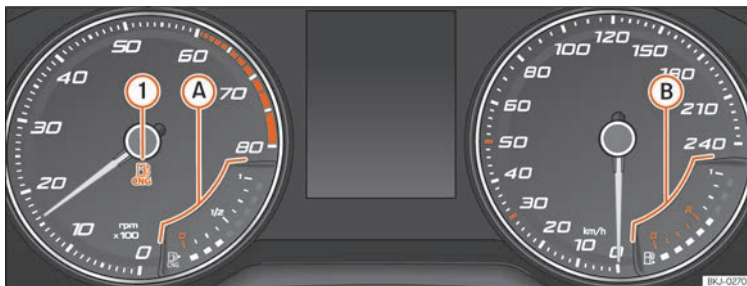

Fig. 68 Painel de instrumentos analógico: indicador do nível de gás natural
Acende-se a verde »» Fig. 68 ①